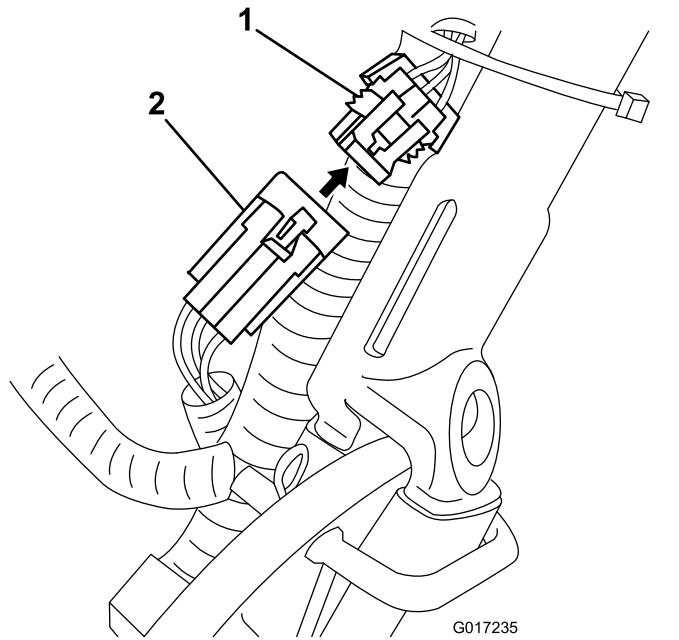

Figura 15
14. Disponete il cablaggio preassemblato pacco-macchina sotto e dietro il cablaggio principale sul lato sinistro della macchina e collegate il connettore piccolo da 6 pin sul cablaggio preassemblato al connettore corrispondente sul cablaggio preassemblato principale, come illustrato nella Figura 15.